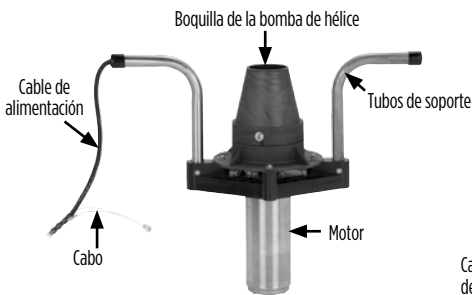

Figura 2
- Desconecte el cabo para retirar el cable de alimentación del flotador (Figura 2).